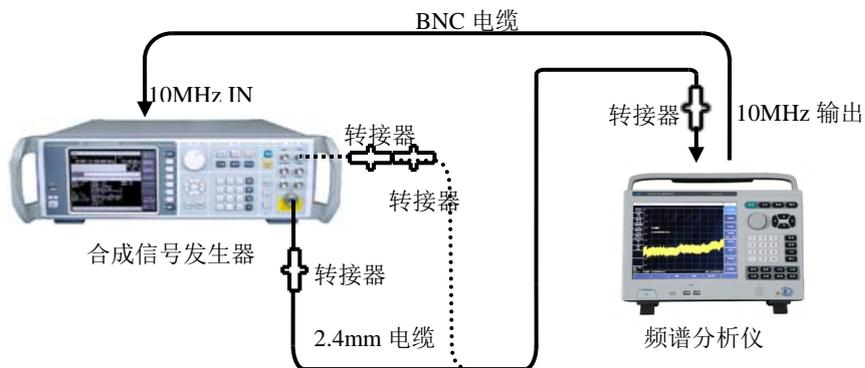

图 11-1 频率范围的测试
- 1) 如图 11-1 虚线连接测试设备，AV4041 系列频谱分析仪（以下简称为频谱分析仪）为合成信号发生器 AV1464C 提供参考频率，合成信号发生器的低频输出端口接到频谱分析
仪的射频输入端（如图 11-1 虚线所示）。
- 4) 如图 11-1 实线所示，用转接器和电缆连接合成信号发生器 AV1464C 的射频输出端与频谱分析仪的射频输入端。将信号发生器的输出频率设置为频谱分析仪对应型号的最高频率，调制功能关闭，输出功率-10dBm。